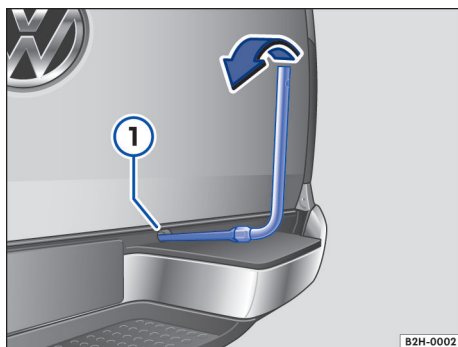

Fig. 189 Girar a roda sobressalente para baixo pelo guincho.
- Empurrar a chave de caixa das ferramentas de bordo sobre o parafuso de cabeça quadrada → Fig. 189 ① → ②.
- Girar a roda sobressalente ou a roda de emergência para fora do suporte na direção da seta → Fig. 189 até o batente. Nesse caso, é preciso vencer uma resistência. A resistência estará vencida quando soar um ruído “de estalo”.
- Introduzir a chave de caixa no parafuso de cabeça quadrada → Fig. 189 .
- Girar a chave de roda levemente no sentido contrário à seta → Fig. 189.